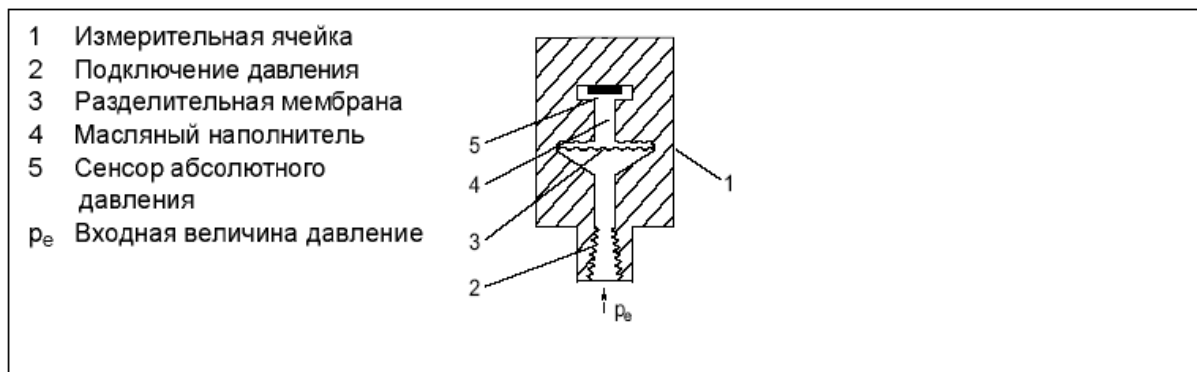

Рис. 9 Измерительная ячейка для абсолютного давления, функциональная схема
Давление через разделительную мембрану (3, рис. 9) и наполнительную жидкость (4) передается на сенсор абсолютного давления (5), отклоняя её измерительную мембрану. Четыре установленных на измерительную мембрану по мостовой схеме пьезо-сопротивления изменяют благодаря этому свою величину сопротивления. Изменение сопротивления вызывает выходное мостовое напряжение, пропорциональное входному давлению.